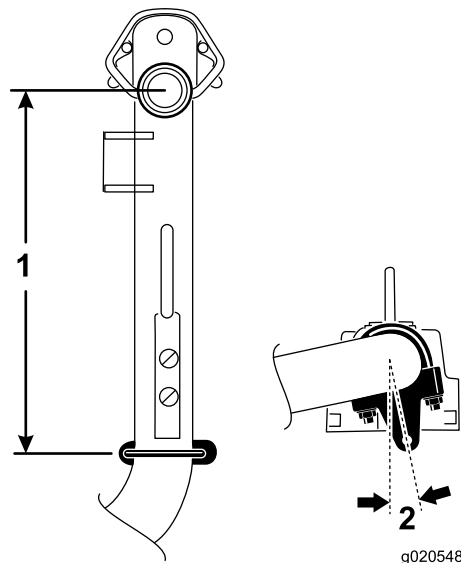

Figura 7
5. En los brazos de elevación número 6 y número 7, posicione los soportes y los pernos en U a 36,8 cm por detrás de la línea central del nudo del pivote (Figura 7).